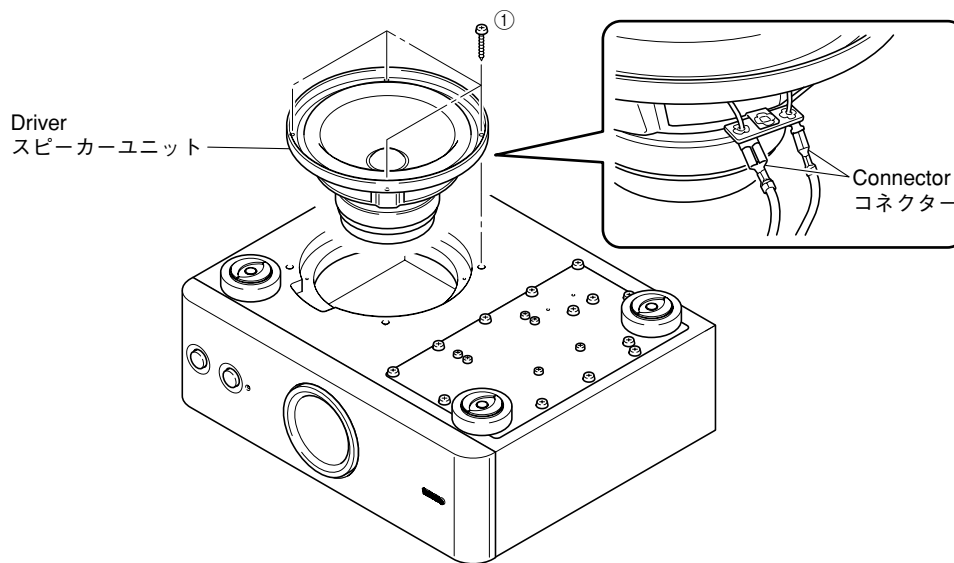

Fig. 2
- d. Remove 4 screws (①) and then pull out the driver. (Fig. 2)
e. Disconnect the connector connected to the terminal of the Driver. (Fig. 2)
- d. ①のネジ4本を外し、スピーカーユニットを引き出します。(Fig. 2)
e. スピーカーユニットの端子に接続されているコネクタを外します。(Fig. 2)